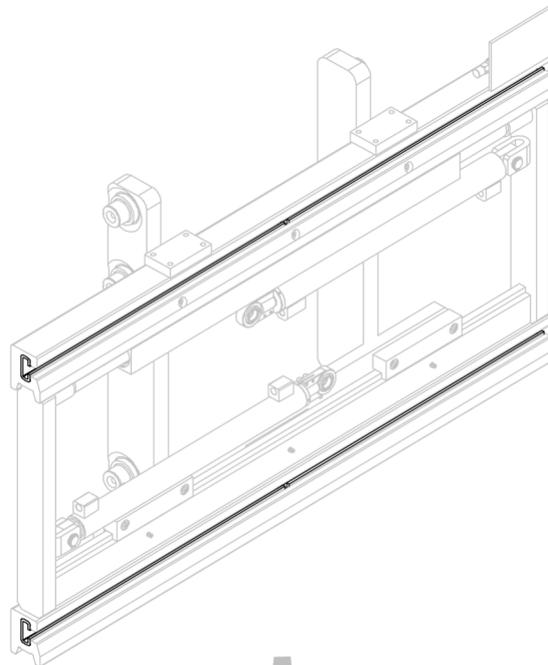
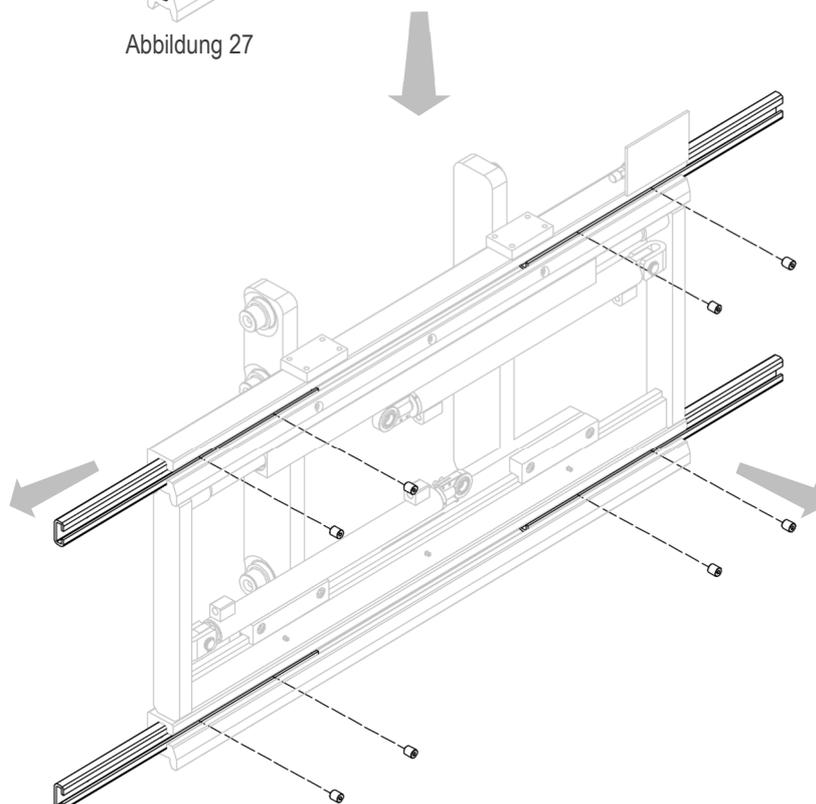

Abbildung 27
Abbildung 28
3. Entfernen Sie die Messingbuchsen, nachdem Sie die entsprechenden Gewindestifte herausgeschraubt haben (siehe *Abbildung 27* und *Abbildung 28*).